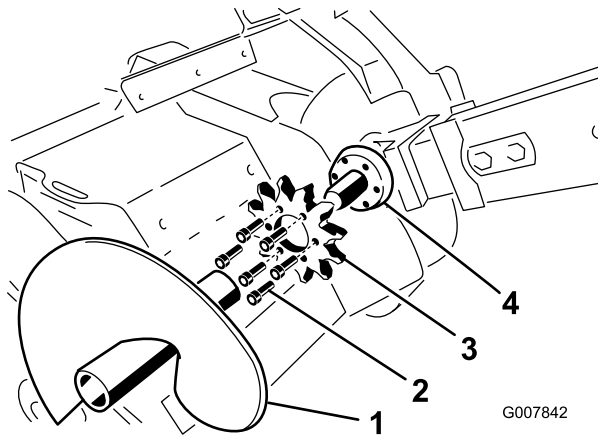

Figura 61
- Retire el sinfín (Figura 61).
- Retire los seis pernos que sujetan el piñón de arrastre (Figura 61).
- Retire y deseche el piñón de arrastre (Figura 61).
- Limpie la superficie de montaje del piñón en la zanjadora (Figura 61).
- Deslice el nuevo piñón sobre el eje (Figura 61).
- Enrosque los seis pernos que sujetan el piñón de arrastre con la presión de los dedos solamente (Figura 61).